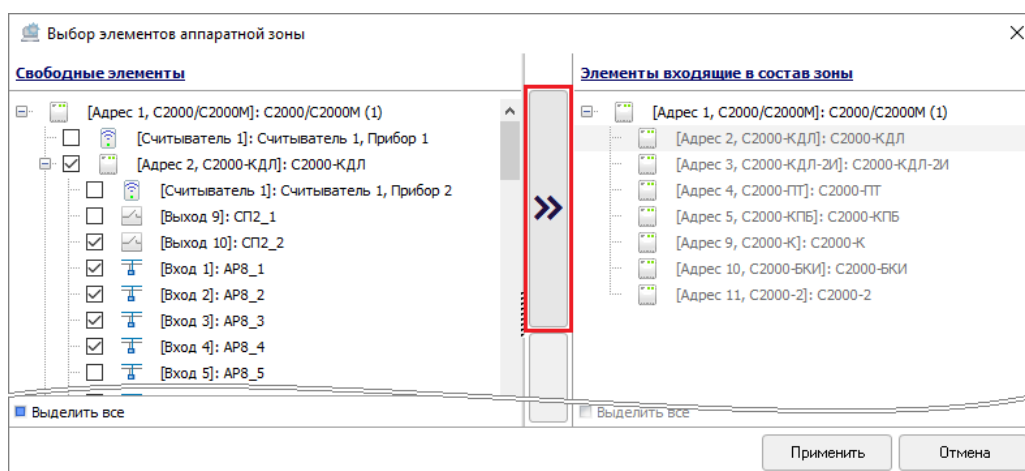

Рисунок 6-309 Добавление элементов и приборов в состав аппаратной зоны кнопкой переноса
- в поле «Свободные элементы» установите флаг в чек-боксах слева от тех элементов и приборов, которые необходимо выбрать как элементы, входящие в состав аппаратной зоны, и нажмите кнопку переноса  (см. Рисунок 6-309);